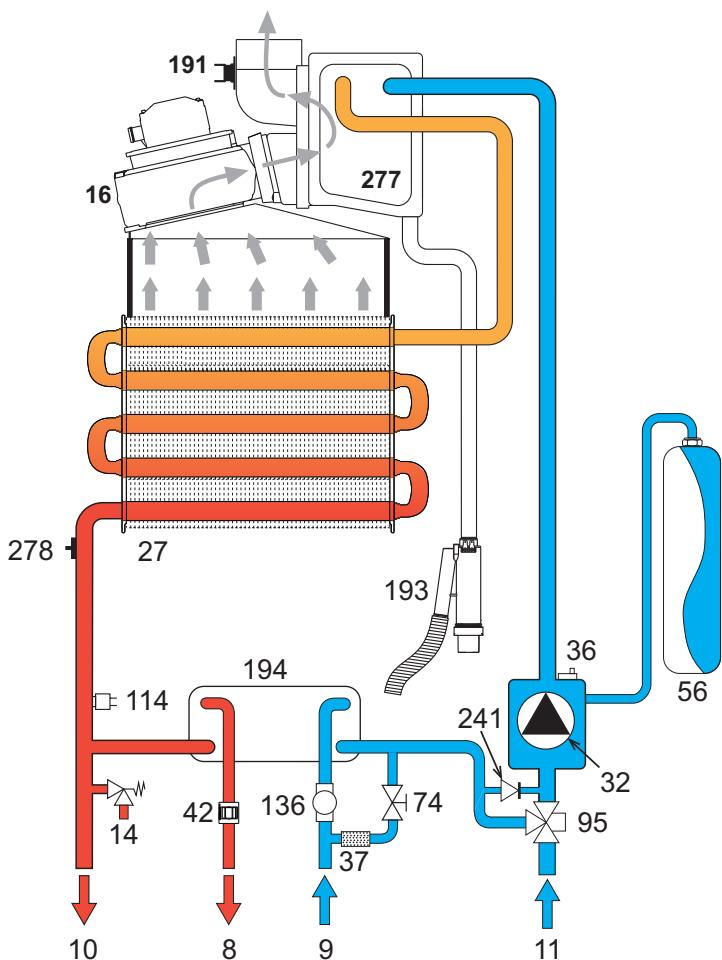

fig. 27 - Circuito riscaldamento
5. CARATTERISTICHE E DATI TECNICI**Tabella. 11 - Legenda, fig. 26, fig. 27 e fig. 28**